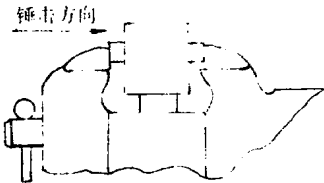

图 1-7
④ 用手锤进行强力作业时,锤击力应朝向固定钳身(图 1-7)。